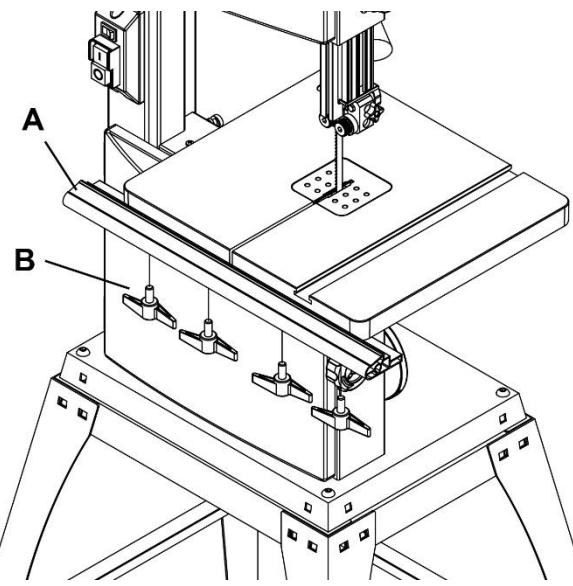

Рисунок 4
Закрепите направляющую штангу на краю стола с помощью стопорных ручек направляющей (B) (Рис.4).